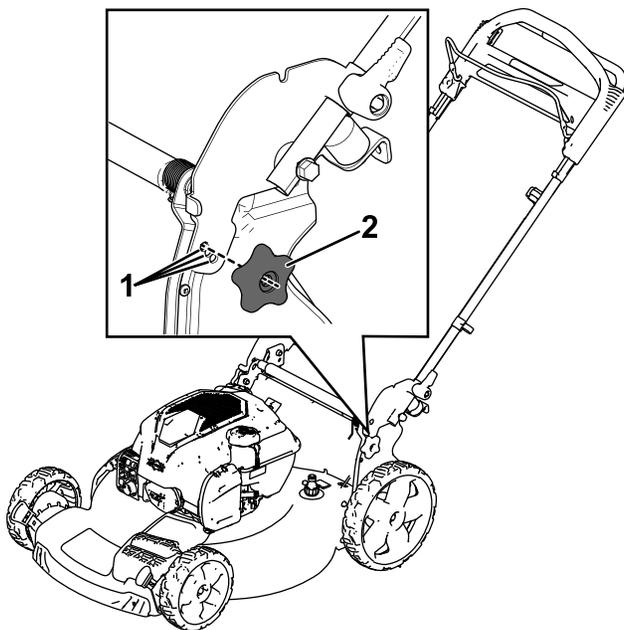

Figura 11
Potete alzare o abbassare la stegola in 1 di 3 posizioni più comode per voi (Figura 11).
1. Rimuovete entrambi i bulloni e le manopole della stegola (Figura 11).